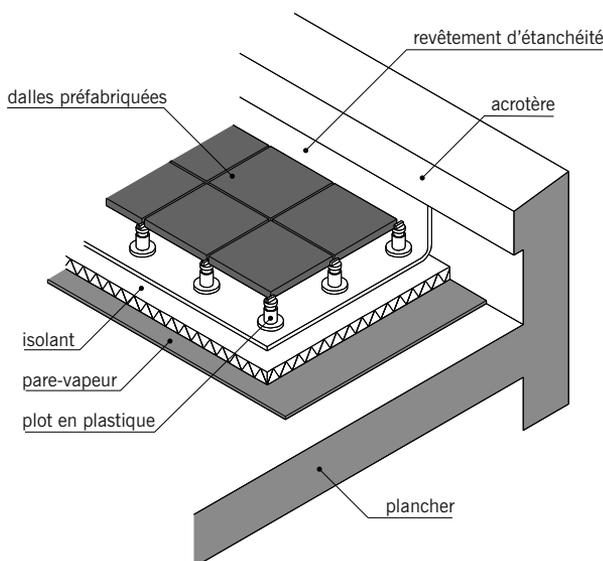

fig. 4.17
- La **toiture-terrasse accessible** (fig. 4.17) : toiture prévue pour la circulation des piétons et/ou des véhicules et leur séjour éventuel.
■ **Le pare-vapeur** appelé aussi **écran pare-vapeur** (fig. 4.17) : dispositif destiné à empêcher l'humidité de pénétrer dans l'épaisseur de l'isolant thermique. Il existe plusieurs types de pare-vapeurs selon l'hygrométrie (degré d'humidité de l'air) et le mode de chauffage des locaux situés sous la toiture-terrasse. Les pare-vapeurs les plus courants sont réalisés à base de feutres bitumés et de feuilles d'aluminium.